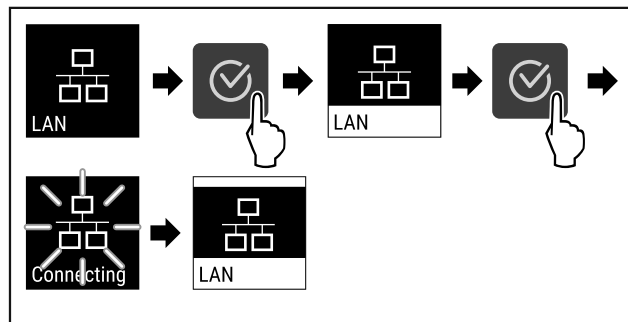

Fig. 90
- ▶ Genomför stegen (se Fig. 90).